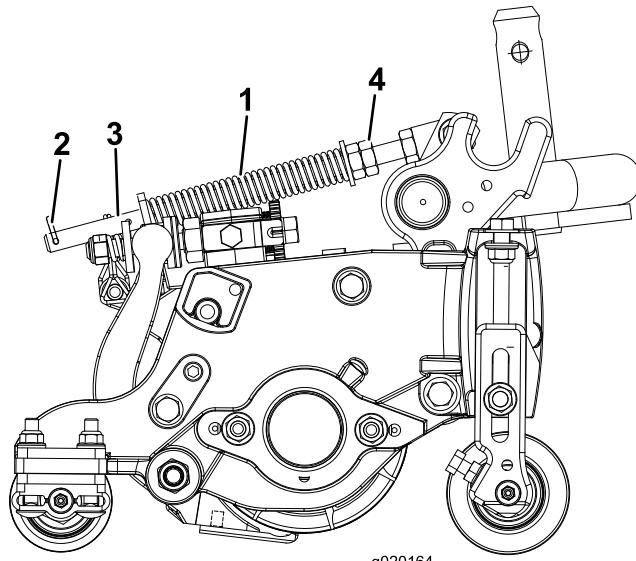

Figura 11
2. Apriete las tuercas hexagonales del extremo delantero de la varilla del muelle hasta que la longitud comprimida del muelle sea de 12,7 cm (Figura 11).
El muelle de compensación del césped (Figura 11) transfiere peso del rodillo delantero al trasero. (Esto ayuda a reducir el patrón de ondulación en el césped.)
1. Asegúrese de que el pasador de horquilla está instalado en el taladro del extremo de la varilla (Figura 11).